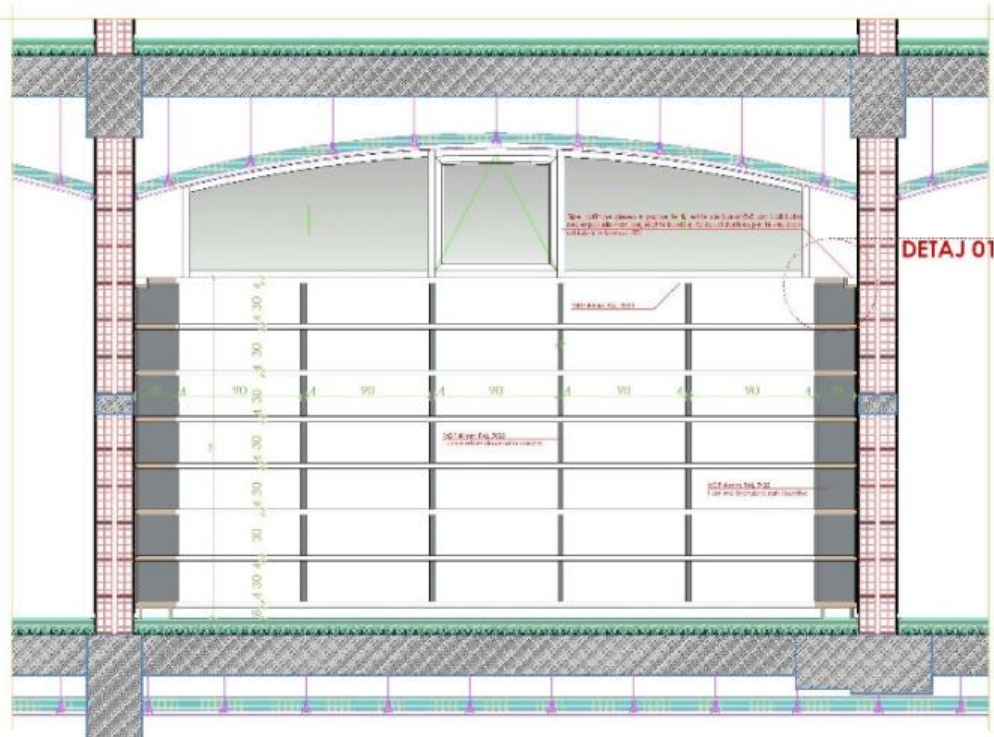

Fig.06
- Dimensionet e sakta te rafteve, duhet te merren ne skeden teknike (Fig.06).